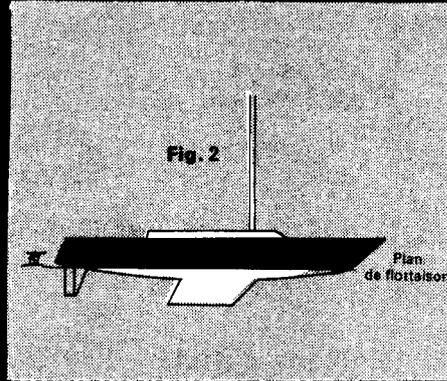

Fig. 2
• A un plan de référence horizontal (III) situé plus bas que toutes les cadènes. Il est commode d'utiliser le plan de flottaison (fig. 2).